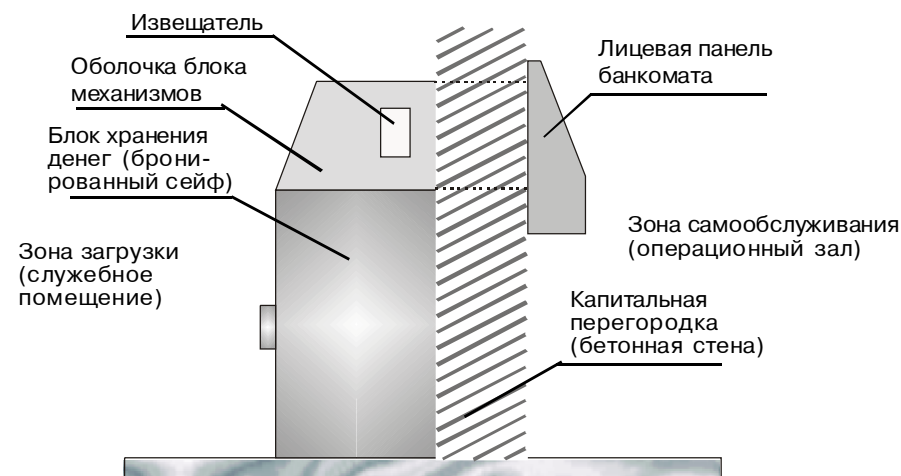

Рис. 86 - Пример установки извещателя на банкомате, встроенном в капитальную строительную конструкцию
6) извещатель для охраны банкомата рекомендуется устанавливать на металлическом кожухе, закрывающем внутренние механизмы и расположенном в зоне загрузки (рисунок 86).